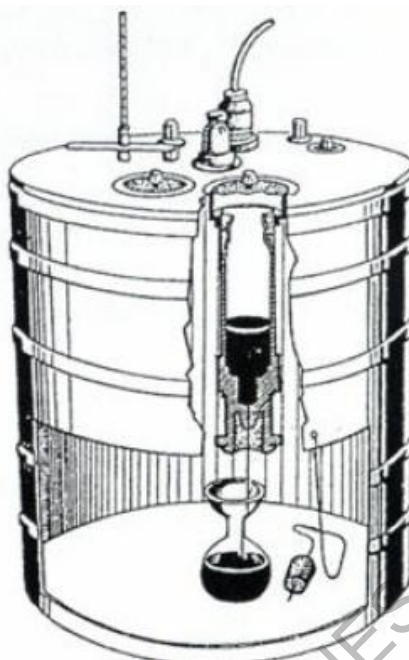

Figura 714 - 6. Conjunto de baño y viscosímetro durante el ensayo
- 9.5** Se agita la muestra dentro del viscosímetro con el termómetro de viscosidad instalado sobre su soporte (Figura 714 - 3), con un movimiento circular y en un plano horizontal, girando entre 30 y 50 vueltas por minuto, hasta que la temperatura de la muestra permanezca constante dentro de un intervalo de $\pm 0.03^\circ$ C (0.05° F) respecto de la de ensayo, luego de 1 minuto de agitación continua.
- 9.6** Se saca el termómetro e inmediatamente se introduce la punta del tubo de extracción (Figura 714 - 2) en la galería y se aplica succión para extraer material, hasta que su nivel quede por debajo del borde de rebose. El tubo se puede introducir en cualquier punto de la galería, pero no debe tocar el borde del rebose en ningún momento, ya la altura de carga efectiva de la muestra se podría reducir.
- 9.7** Se verifica que el matraz receptor se halle en la posición adecuada; entonces, se remueve rápidamente el corcho del viscosímetro usando el cordel que tiene unido y se pone a funcionar el cronómetro en ese mismo instante (Figura 714 - 6).